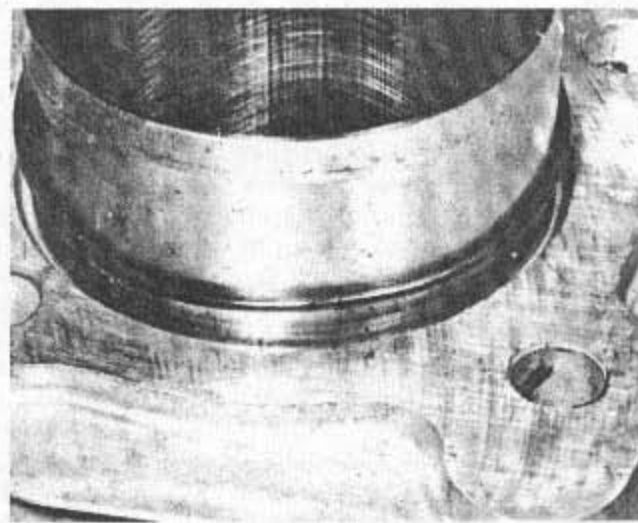
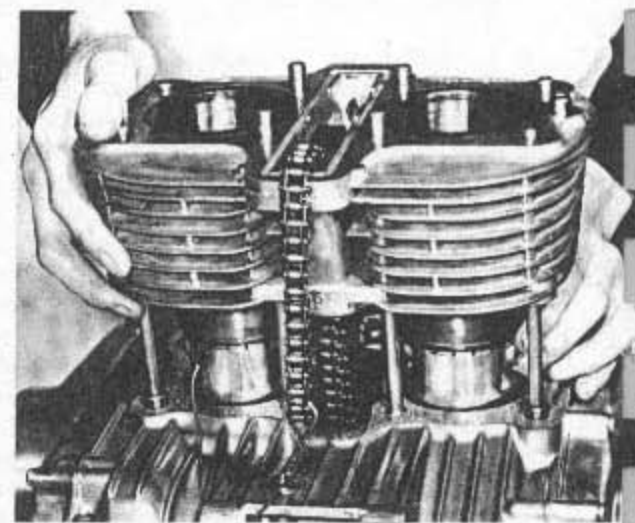

Bild 143
Bild 144
- Am Fuss der zwei äusseren Zylinderstehbolzen hinten finden sich umlaufende Gehäuseaussparungen, in welche je ein neuer Dichtring einzulegen ist. Anschliessend schiebe man eine neue Zylinderfussdichtung über die Stehbolzen (Bild 144). Man prüfe, ob die vorderen Zylinderstehbolzen aussen mit ihren Passhülsen versehen sind. Jede Laubbuchse ist mit einem neuen O-Ring zu bestücken (Bild 143). Die O-Ringe werden bis zum Anschlag über die Buchsen geschoben, so dass sie korrekt in die dafür vorgesehenen Nuten zu liegen kommen.